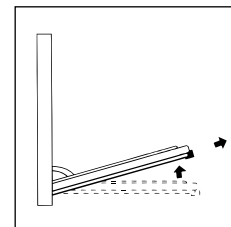

ABBILDUNG 7
- Backofentür nun teilweise wieder schließen; die Tür kann jetzt nach oben hin aus den beiden Haken „A“ herausgezogen werden. (Abb. 7).